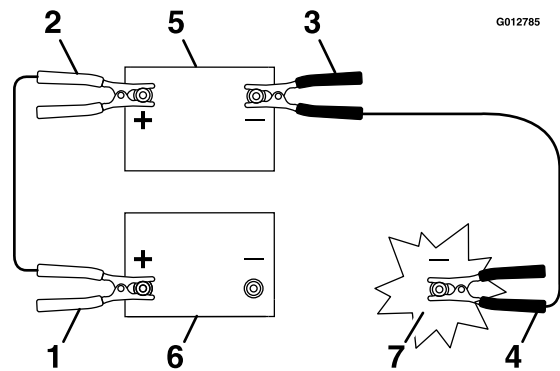

Рисунок 47
3. Подсоедините положительный (+) кабель к положительной (+) клемме разряженной аккумуляторной батареи, которая соединена со стартером или электромагнитом, как показано на Рисунок 47.